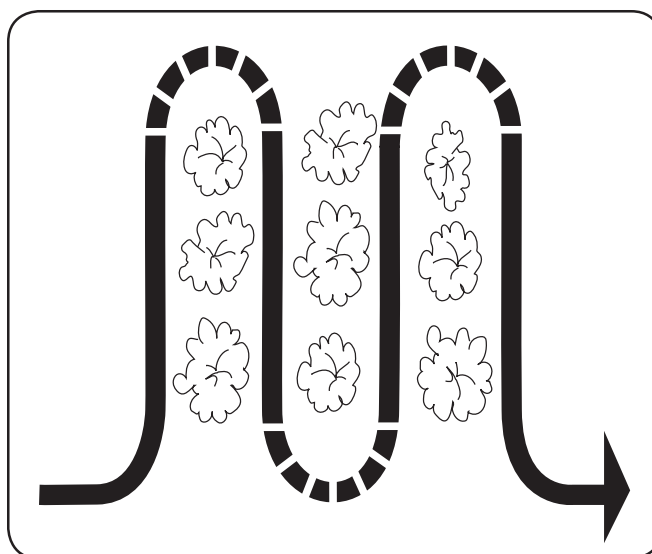

Figure 5-3
- Pour biner en surface (émietter la terre autour des plantes pour éliminer les mauvaises herbes, voir la Figure 5-3), ajustez les dents à une profondeur de travail de 1 à 2 po. Ceci empêche de blesser les plantes dont les racines poussent souvent juste à la surface. Au besoin, relevez le guidon pour empêcher les dents de s'enfoncer trop profondément. (Un binage fréquent élimine les mauvaises herbes, émiette et aère la terre et permet une meilleure absorption de l'humidité tout en encourageant la croissance des plantes). L'arrosage du jardin quelques jours avant le binage facilite aussi le travail. Il est aussi recommandé de laisser reposer une terre récemment travaillée pour la première fois pendant un jour ou deux avant de faire un dernier passage en profondeur.